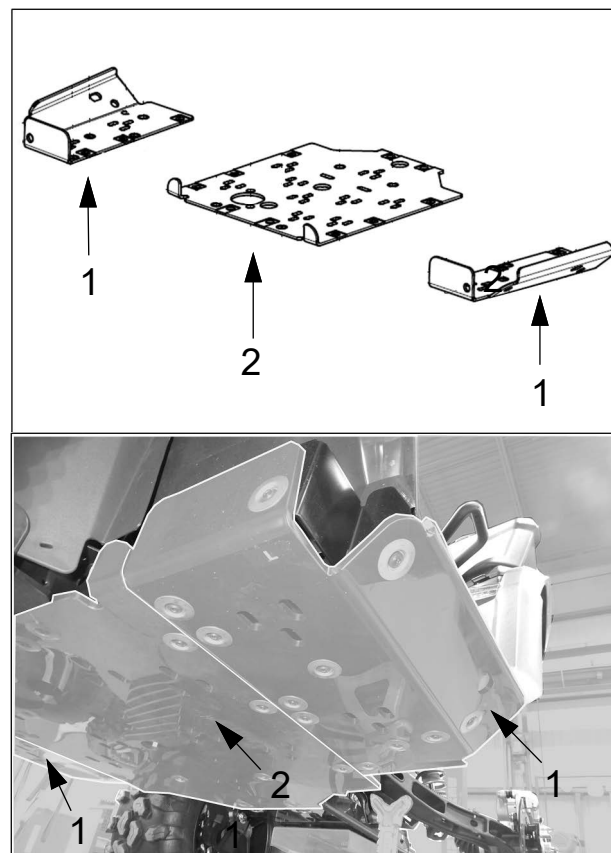

Fig. 3
- Si présentes, retirer les plaques de protection latérales (1) & centrale (2). Voir Fig. 3